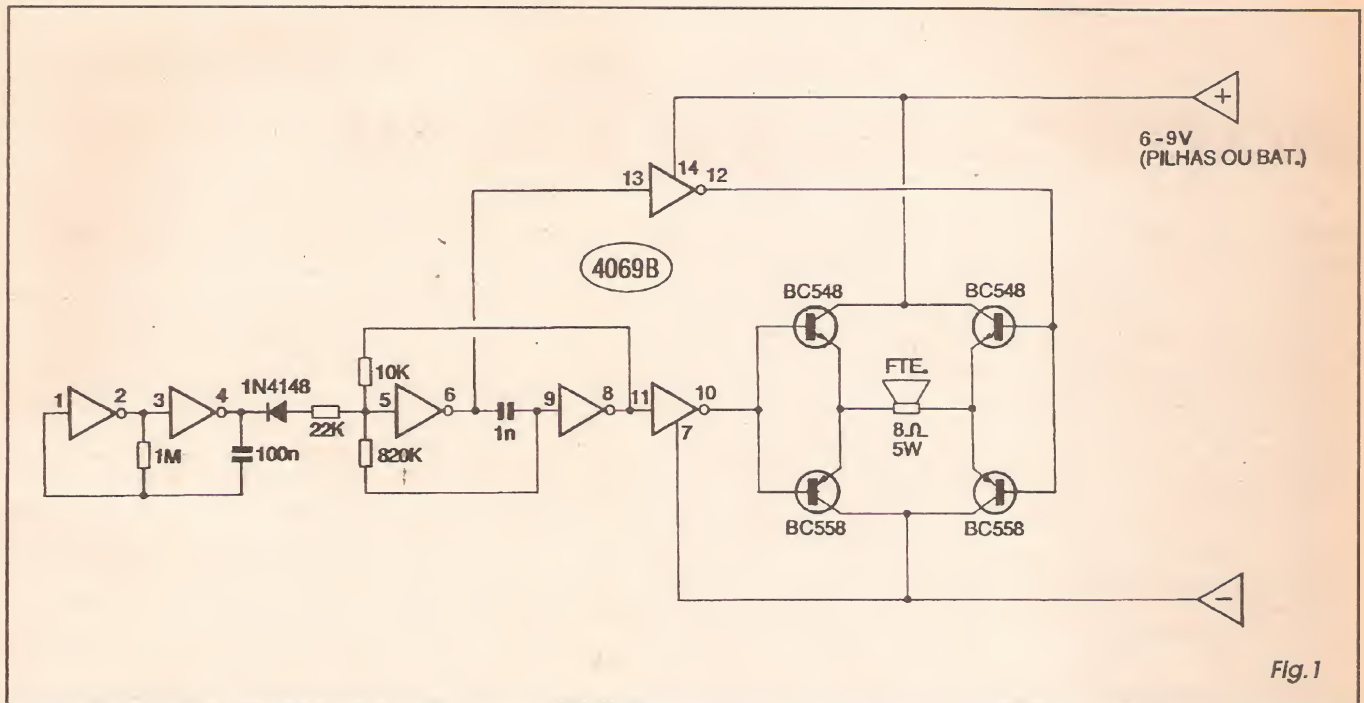

Fig.1
- **FIG. 1 - DIAGRAMA ESQUEMÁTICO DO CIRCUITO** - Buscando obter (como já foi mencionado) frequência, timbre, modulação e forma de onda absolutamente otimizadas, para se conseguir o máximo de *pressão sonora aparente*, optamos por um circuito de funcionamento teórico complexo, porém de implementação prática ultra-simples, totalmente cen-